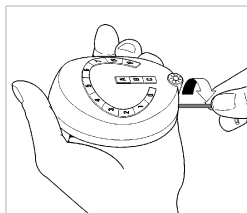

Fig. 2
- Dévisser la vis de fermeture Fig.2